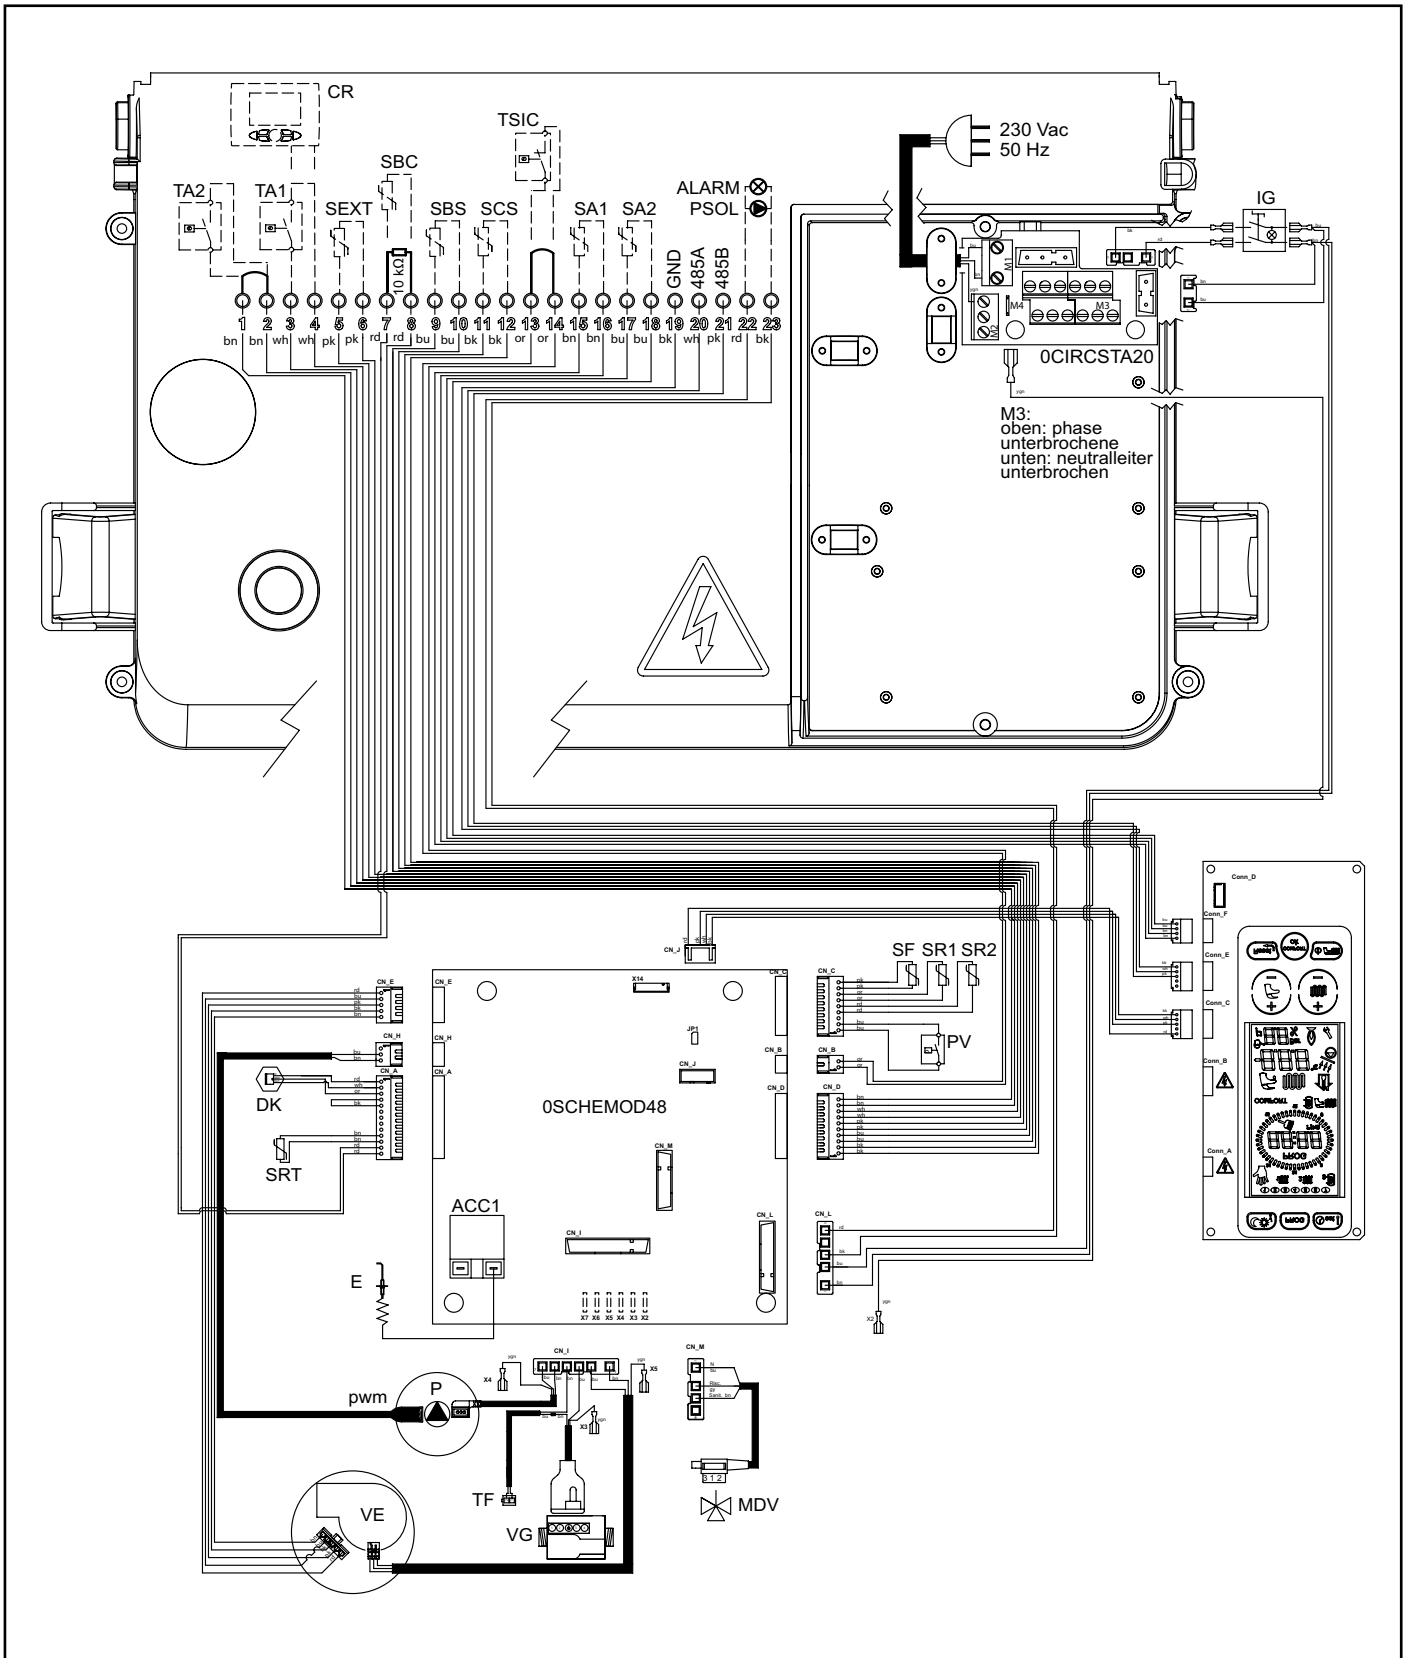

Abb. 34 Elektro- Schaltplan KRB
- Den Kunststoffkörper der Mischeinrichtung nach Lösen der beiden Befestigungsschrauben abziehen (siehe Abb. 34 Kunststoffkörper der Gas-Luft Mischeinrichtung).
- Beide Gas-Düsen der Mischeinrichtung mit einem 6 mm Innensechskantschlüssel lösen/herausdrehen (siehe Abb. 34 Kunststoffkörper der Gas-Luft Mischeinrichtung).